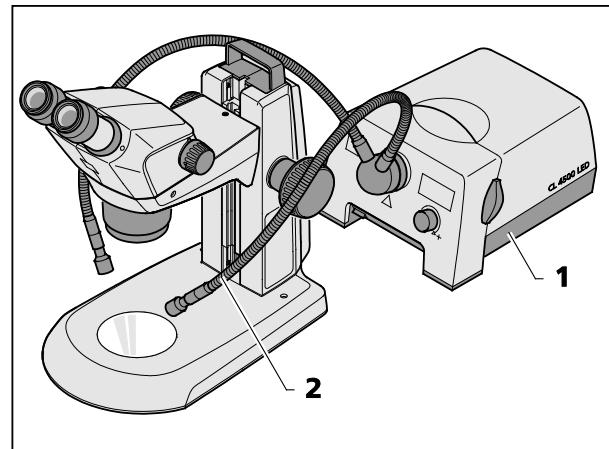

Bild 15 Externe faseroptische Beleuchtung montieren
- Externe faseroptische Beleuchtung (Bild 15/1) einschalten, Beleuchtungsintensität regeln und durch Verbiegen der beiden Schwanenhälse (Bild 15/2) die Beleuchtung so einstellen, dass das Objekt optimal ausgeleuchtet wird.